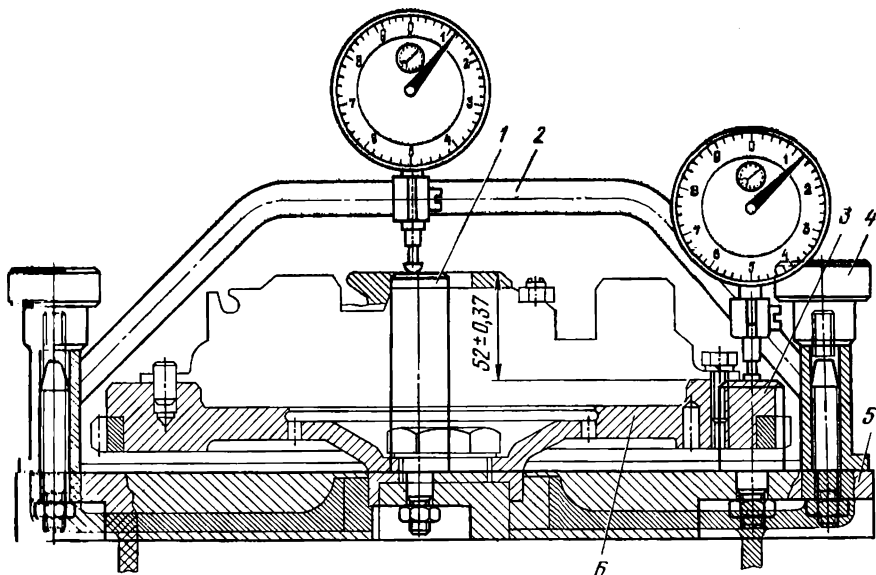

Рис. 86 Приспособление для проверки биения торца маховика и для регулировки положения пяты рычагов сцепления:
**Установка маховика.** Устанавливают картонную прокладку толщиной 0,1 мм и маховик 16 на штифты 20 (см. рис. 38). При установке маховика следует учитывать, что один из штифтов смещен на  $5^\circ$  от оси симметрии для обеспечения установки маховика в определенном положении. Устанавливают стопорную шайбу 17, заворачивают болт маховика 18 и затягивают его крутящим моментом 28–32 кгс·м. Полость подшипника 19 заполняют тугоплавкой смазкой № 158. Проверка биения торца маховика производится на специальном приспособлении (рис. 86). Настройку приспособления производят на установочной плите 5, для чего необходимо переключку 2 с индикатором установить на плиту 5 и по контрольной стойке 3 на индикаторе установить натяг в пределах 0,5...1,0 мм, совместить стрелку индикатора с «0» шкалы. Для проверки биения приспособле-